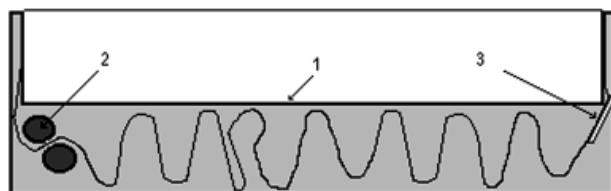

рис. 1
Картридж матричного принтера EPSON FX-800 и вышеуказанных моделей формата А3 или А4 (**рис.1**) состоит из корпуса (1), узла подмотки (2) и прижимной пластины (3). Узел подмотки представляет собой две пластмассовые шестерни, которые затягивают ленту внутрь корпуса. Лента, складываясь в «гармошку», затем равномерно выходит из картриджа. В принципе, сложного ничего нет. Но есть две тонкости. Во-первых, концы ленты должны соединяться, т.к. она двигается по кольцу. И во-вторых, краска, нанесенная на ленту на две поверхности, должна расходоваться полностью. Поэтому ленту соединяют в так называемое «кольцо Мёбиуса», обладающее свойством единой поверхности.